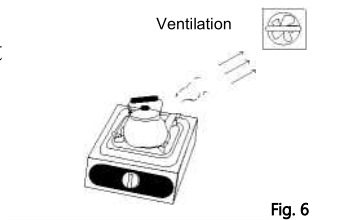

Fig. 6
- Assurez-vous que la salle est bien ventilée. Ne jamais utiliser le réchaud à gaz dans des endroits sans ventilation (plus de 10 minutes) (Fig. 6).